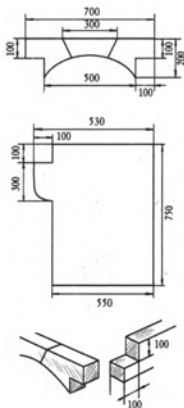

Рис. 47. Чертеж опалубки для отливки свода основания и внутренних стенок камина (размеры указаны в миллиметрах):
7. Так же можно поступить и с внутренними стенками основания, которые будут устанавливаться под топкой и на которые придется основная нагрузка (но можно выложить их и из блоков). На рис. 47 этот вариант тоже предусматривается. Кроме того, указаны размеры, по которым устраивается опалубка.